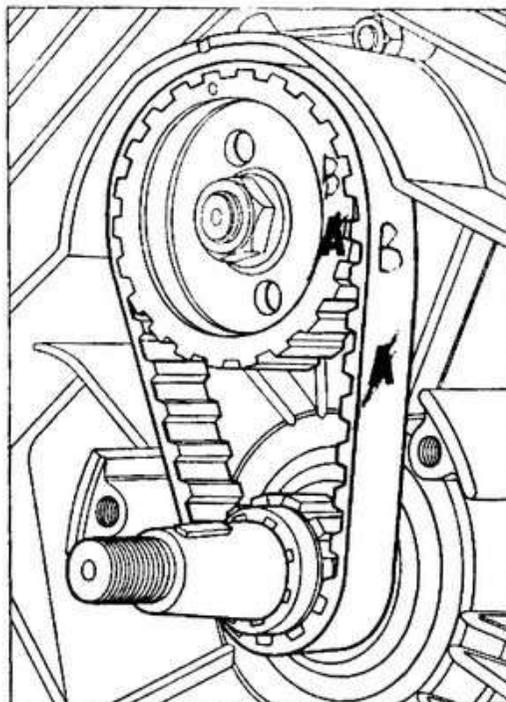
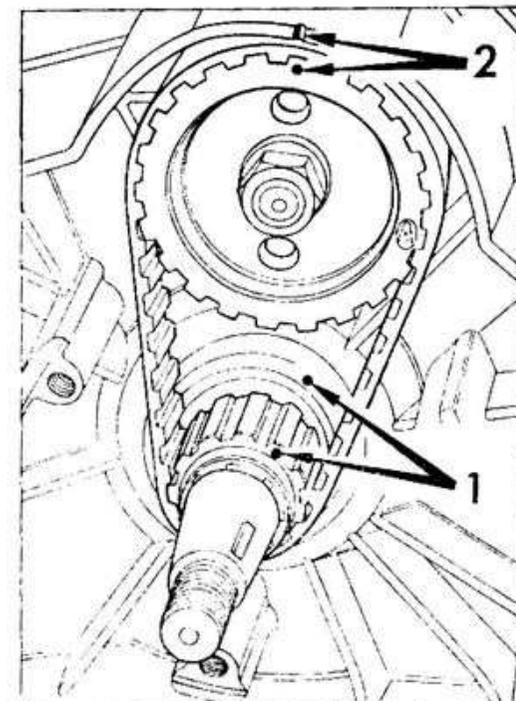

Fig. 13
Fig. 11
- 6 - Quando detto angolo è fuori tolleranza è necessario agire sul rocchetto piccolo comando distribuzione, ruotandolo in modo da trovare la tacca in fase che permetta l'introduzione del rocchetto stesso e stampigliare i nuovi riferimenti come Fig. 11.
- 1 - Orientare i 2 riferimenti sui rocchetti come (fig. 11); procedere all'estrazione del rocchetto utilizzando l'anello seeger come aggancio; sostituire la cinghia **controllando che la lettera stampigliata sul rocchetto grande corrisponda a quella scritta sulla cinghia vedi (fig. 13)**; introdurre unitamente cinghia e rocchetti infilando il rocchetto piccolo con la tacca in fase alla chiavetta (fig. 11).
- 2 - **Controllare a montaggio ultimato i riferimenti della fase di distribuzione** (punti 1 e 2 - fig. 11).